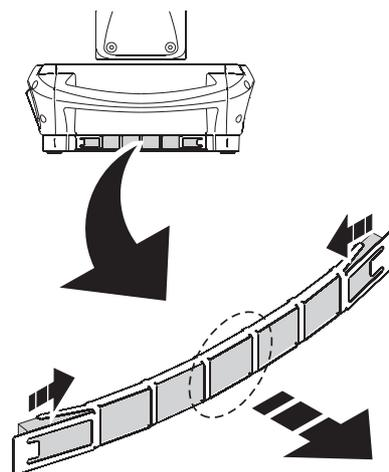

Figure 18: Filtres à air de la base
3. Voir Figure 18. Sur chaque côté de la base, comprimez le porte filtre comme illustré ci-contre, puis tirez le porte filtre par le centre pour le dégager.